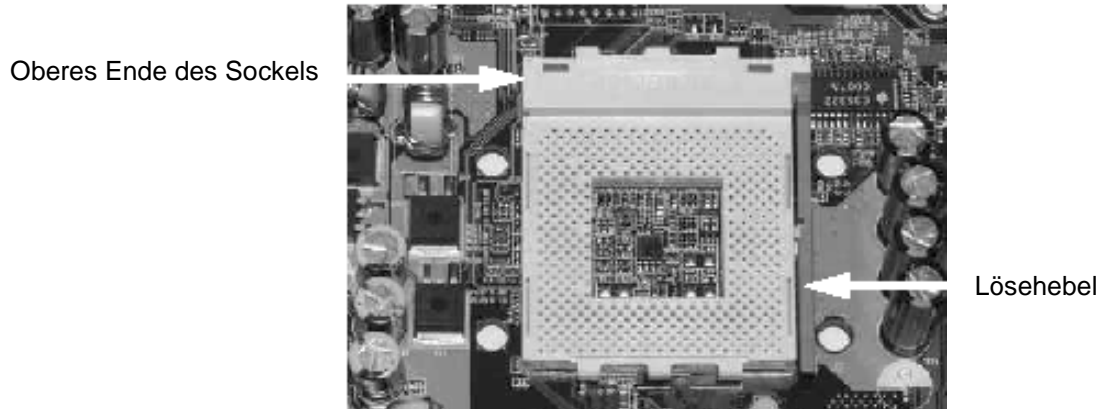

Abbildung 1: Prozessorsocket mit Hebel nach unten
1. Abbildung 1 zeigt den Prozessorsocket auf einem Motherboard. Sie sehen, daß der Lösehebel an der Seite des Sockels nach unten gestellt ist. In dieser Stellung wird der Prozessor verriegelt. Bevor Sie den Prozessor einsetzen, müssen Sie den Hebel zunächst zur Seite drücken, um ihn zu entriegeln, und dann ganz nach oben stellen (etwa auf 90 °).